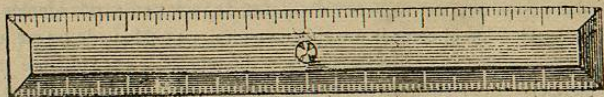
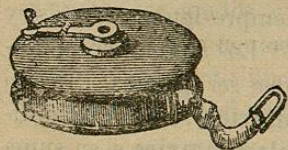

Fig. 118.
Fig. 119.
46. En la medición de las líneas rectas se usa: para las pequeñas el decímetro ó doble decímetro (fig. 118); para las medianas, el metro lineal; para las grandes el decámetro de cinta (fig. 119), ó la cadena métrica de fierro. El hectómetro, el kilómetro y el miriámetro sólo se usan en los cálculos espe-